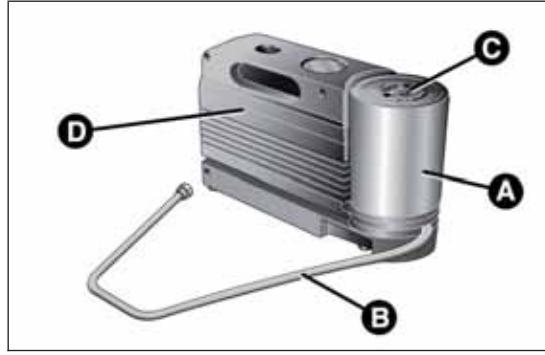

fig. 23
- una bomboletta A fig. 23 contenente il liquido sigillante, dotata di: